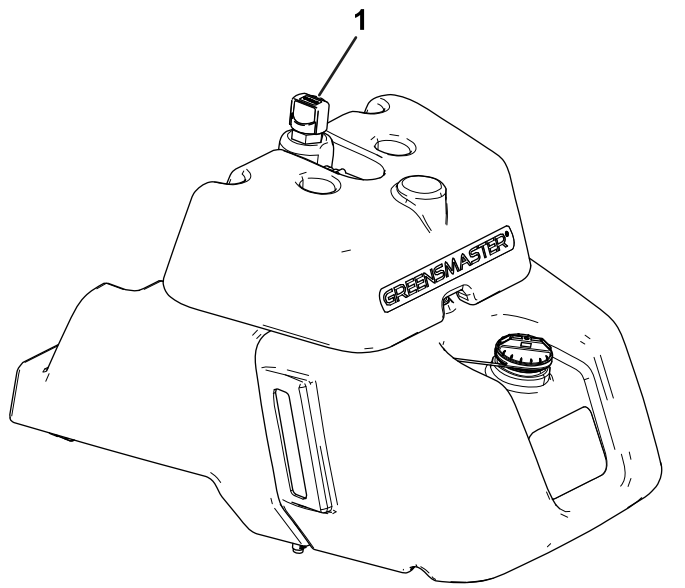

Figura 36
- Si el depósito no tiene mirilla, localice la varilla en la parte superior del depósito hidráulico principal (**Figura 36**) y vaya al paso 3.